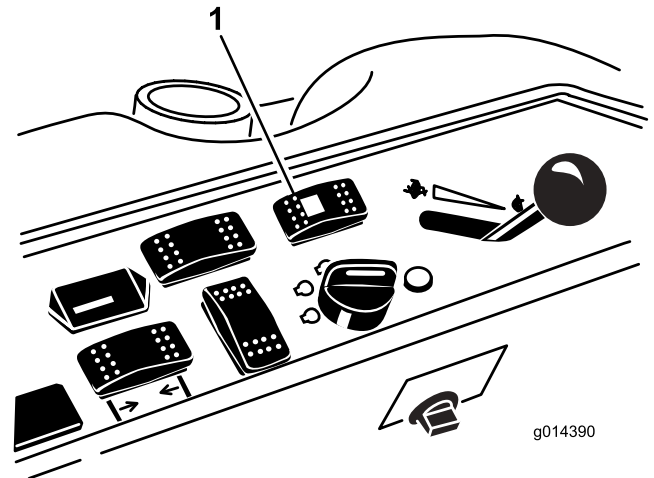

図 40
1. 切り換えスイッチ 図40の後側を押す4輪操舵にセット。